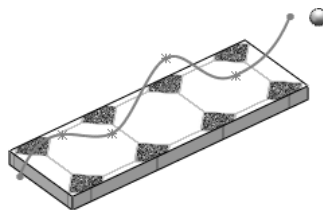

图 11.2.12 引入球
(1) 选择下拉菜单 **插入(I)** → **零部件(Q)** → **现有零件/装配体(E)...** 命令, 系统弹出“插入零部件”和“打开”对话框。
(2) 在系统弹出的“打开”对话框中选取 D:\sw18.1\work\ch11.02.02\ball.SLDPRT, 单击 **打开** 按钮, 将零件放置到如图 11.2.12 所示的位置。